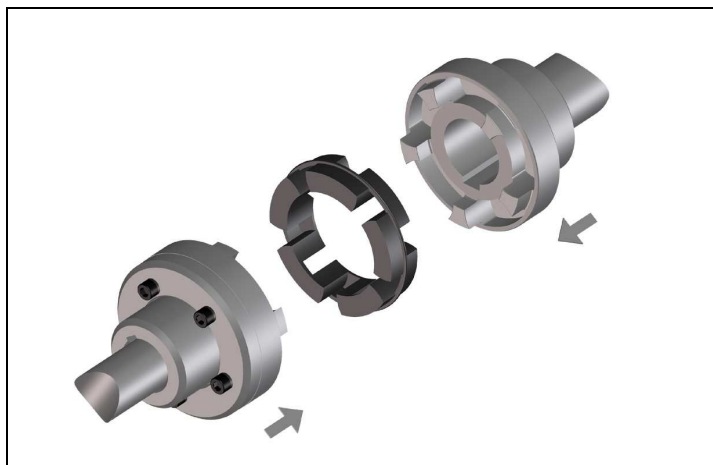

Rys. 4
- Piasty należy tak montować, aby końce wałów całe były schowane wewnątrz otworów piast. (Rys. 4). Należy wziąć pod uwagę również odmienne rozwiązania.